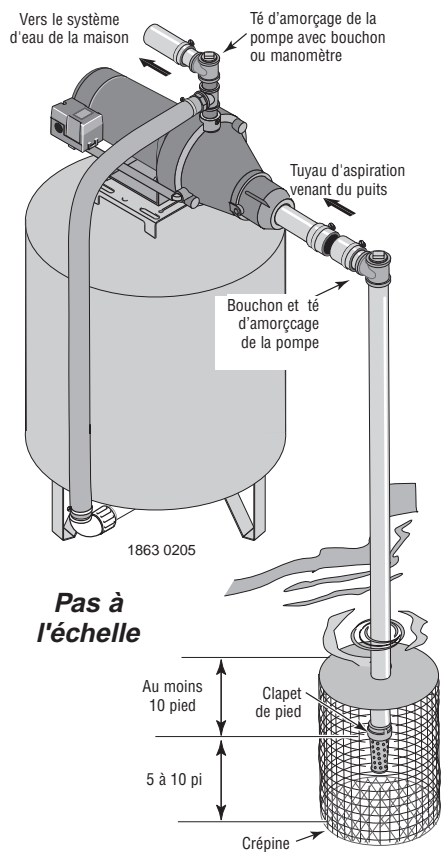

Figure 3 : Installation pour les eaux de surface
INSTALLATION DANS LE CAS D'EAUX EN SURFACE (Figure 3)
- 2 ° Assembler le clapet de pied et le tuyau d'aspiration (voir la Figure 3). S'assurer que le clapet de pied fonctionne librement. Utiliser du ruban téflon ou de la pâte pour raccords filetés à base de téflon sur les raccords filetés. Poser une crépine autour du clapet de pied pour le protéger contre les poissons, les déchets, etc. (voir la Figure 3).
- 4 ° Poser le té d'amorçage, le bouchon d'amorçage et le tuyau d'aspiration sur la pompe (voir la Figure 3). Supporter le tuyau de façon qu'il ne soit pas cintré afin qu'il n'exerce pas de contraintes sur le corps de la pompe; de plus, il doit être légèrement incliné vers le haut, du puits jusqu'à la pompe (les points hauts risquent de causer des poches et des bouchons d'air dans la pompe). Rendre étanches les raccords du tuyau d'aspiration avec du ruban téflon ou une pâte pour raccords filetés à base de téflon. Les raccords doivent être étanches à l'air et à l'eau. *Si le tuyau d'aspiration aspire de l'air, la pompe ne pompera pas l'eau du puits.*